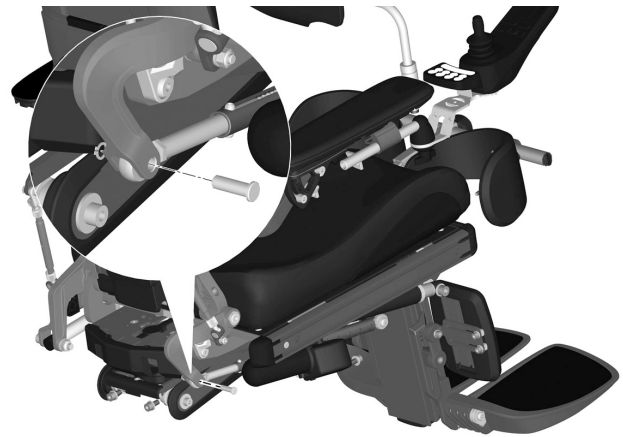

Abbildung 148. Die Stange der AP Sitzhöhenverstellung ist mit einem Stift und Sicherungsring befestigt.
3. Stange der AP Sitzhöhenverstellung an das Rückenlehnengelenk montieren. Sie ist mit einer Schraube und Unterlegscheibe befestigt. Siehe Abbildung. 148.